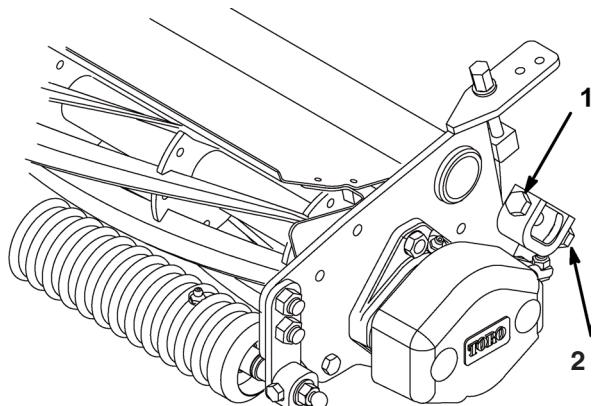

Fig. 2
2. Avvicinate la controlama alle lame del cilindro, allentando la vite di regolazione inferiore (Fig. 2) da ambo i lati dell'apparato di taglio, e serrando la vite di regolazione superiore (Fig. 2) da ambo i lati dell'apparato di taglio.